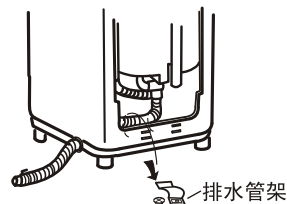

图1
- 1、松开后盖紧固螺钉，卸下后盖，松开排水管的固定螺钉，然后卸下排水架。（如图1所示）